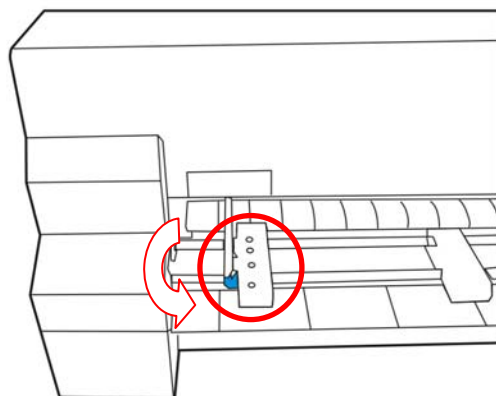

图 3-10 调整链轮位置
5. 将拖纸器左链轮移至左边适当位置（“0”位置表示横向起始打印位置）。按下拖纸器左链轮的链轮锁定杆以锁定左链轮。将拖纸器右链轮移至适当位置，但不要锁定其位置（如图 3-10 所示）。